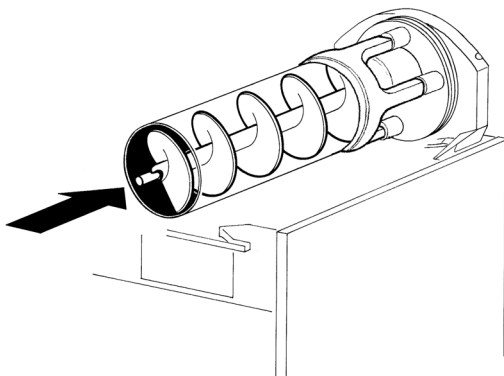

figura 14
- 5 Enfilear el rascador interior en el evaporador, acompañándolo con cuidado, evitando tocar la pared posterior (ver figura 14).